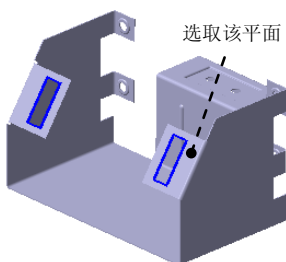

图 8.9.50 法向除料特征 7
(1) 选取要镜像的特征。选取上一步所创建的弯边特征为镜像源。
(2) 选择命令。单击“主页”功能选项卡“阵列”工具栏中的  镜像 按钮。
(3) 定义镜像平面。选取右视图 (YZ) 平面为镜像平面。
(4) 单击  按钮，完成特征的创建。
Step24. 创建图 8.9.50 所示的法向除料特征 7。
(1) 选择命令。在“主页”功能选项卡“钣金”工具栏中单击  按钮，选择  法向除料命令。
(2) 定义特征的截面草图。
① 选取草图平面。在系统  的提示下，选取图 8.9.50 所示的模型表面为草图平面。